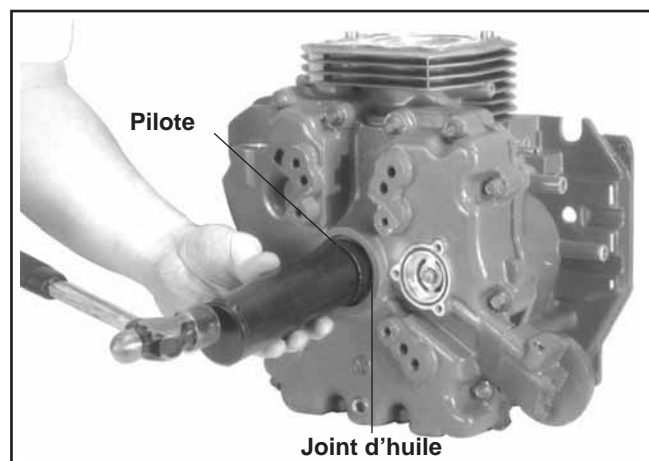

Figure 11-23. Installation des joints d'huile.
2. Utiliser un outil de montage pour joint, installer les joints d'huile côté transmission et volant. Voir la figure 11-23.